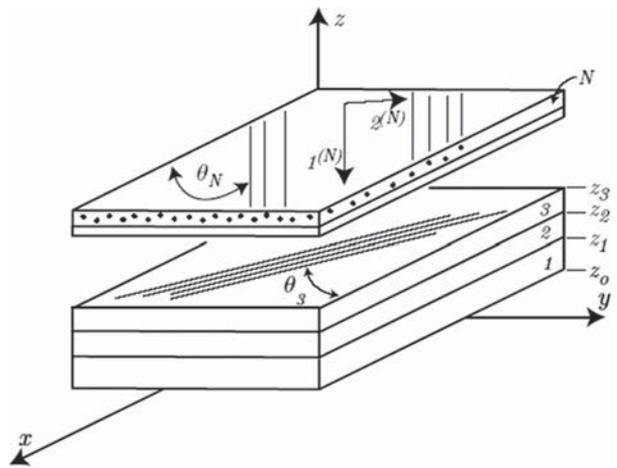

Рисунок 3. Системы координат композита и слоя
- Система координат слоя (Ply coordinate system) – определяет ориентацию волокон слоя (рисунок 3) (ось 1).